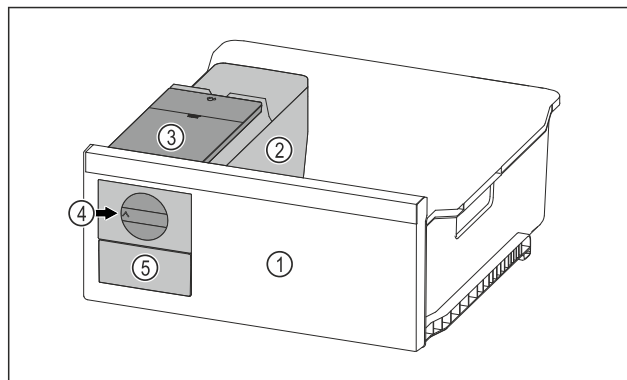

Fig. 122 Voorbeeld
- Draaiknop Fig. 122 (4) rechtersom tot aan de aanslag draaien.
- Ijsblokjes vallen uit de ijsblokjeschaal in de ijsblokjeslade Fig. 122 (5).